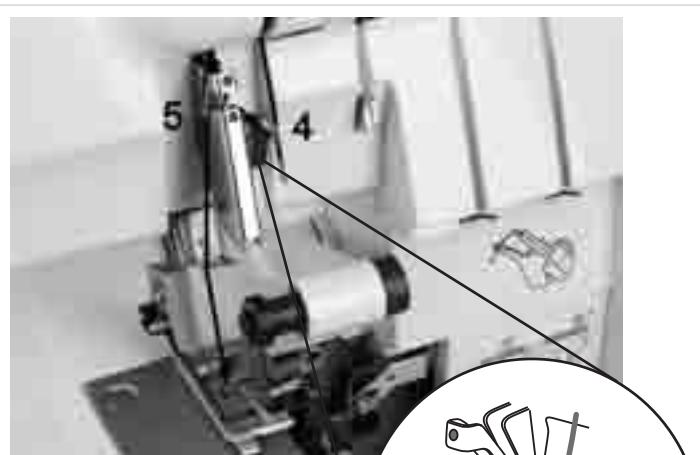

Fig. 32
4. Înfilati firul conform marcajelor albastre (4 - 6)(fig. 32/33).